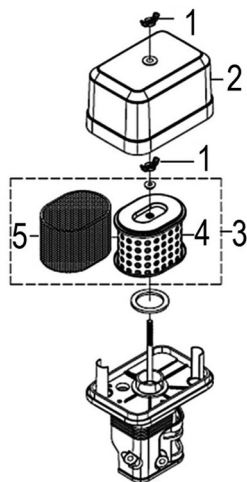

Рис. 18 Обслуживание воздушного фильтра PC1645RH
1. Открутите барашковую гайку (Рис. 18 п. 1) и снимите крышку воздушного фильтра (Рис. 18 п. 2).
2. Извлеките из корпуса воздушный фильтр (Рис. 18 п. 3).
3. Проверьте целостность и чистоту воздушного фильтра. Поролоновый (предварительный) фильтрующий элемент (Рис. 18 п. 5) установлен на корпусе бумажного (основного) фильтрующего элемента (Рис. 18 п. 4).
4. При незначительном загрязнении промойте поролоновый фильтрующий элемент (Рис. 18 п. 5) теплым мыльным раствором и просушите. Поврежденный или сильно загрязненный поролоновый фильтрующий элемент замените.
Бумажный фильтрующий элемент (Рис. 18 п. 4) не подлежит очистке, необходима его замена. Не продувайте бумажный фильтрующий элемент сжатым воздухом, не промывайте его в бензине и других растворителях. Эксплуатация двигателя с грязным или поврежденным воздушным фильтром, или без воздушного фильтра приведет к попаданию грязи и пыли в карбюратор и двигатель, что в свою очередь, станет причиной его быстрого износа. Двигатель в этом случае не подлежит ремонту по гарантии.